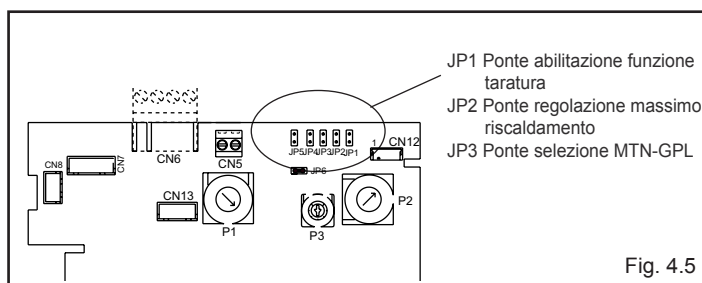

Fig. 4.5
La funzione "regolazione elettrica" viene attivata e disattivata esclusivamente dal jumper (JP1) (fig. 4.5).
- inserire il jumper JP1 (fig. 4.5) per abilitare le manopole poste sul pannello di comando alle funzioni di regolazioni del minimo e del massimo riscaldamento.
- inserire il jumper JP2 (fig. 4.5)
- sulla scheda di controllo (fig. 4.5):